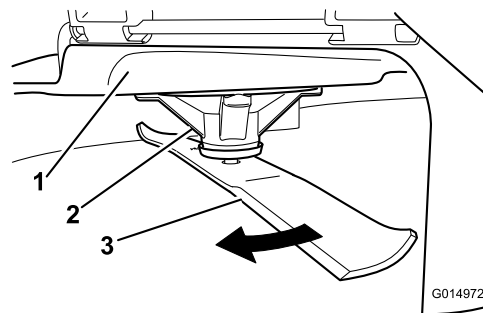

Figure 114
2. Enfilez des gants épais ou utilisez une autre protection adéquate pour les mains, et faites tourner la lame lentement jusqu'à une position permettant de mesurer la distance entre le tranchant et la surface plane sur laquelle se trouve la machine (Figure 114).